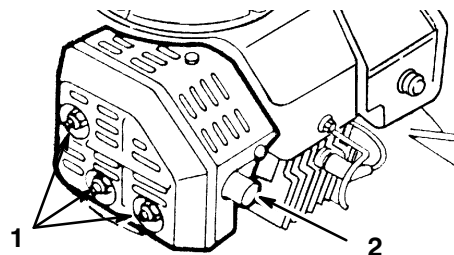

Abbildung 18
2. Mit einem Hartholzschaber Ölkohleablagerungen vom Ende des Auspuffrohrs entfernen (Abb. 18).
3. Eine Schraube, zwei Muttern und Sicherungsscheiben entfernen (Abb. 18). Das Auspuffrohr von den Montagestiften herunterschieben.